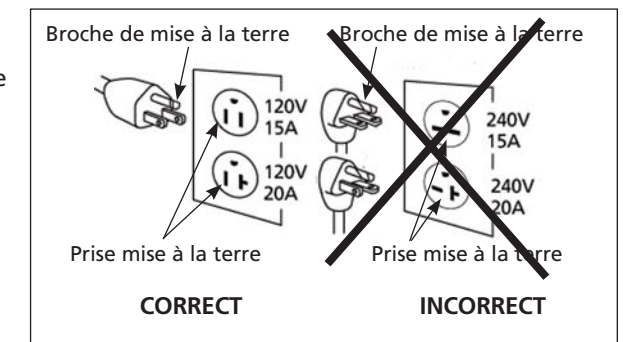

Figure 3 - Méthode de mise à la terre
1. Ce produit est conçu pour être utilisé sur un circuit de 120 V. Il doit être mis à la terre. Dans le cas d'un court-circuit, la mise à la terre réduit le risque d'une décharge électrique en fournissant un chemin de courant alternatif au sol. L'unité est équipée d'un cordon électrique qui possède une broche de mise à la terre. Elle s'insèrera facilement dans l'un des types communs de prises électriques montrées à la figure 3. Si la fiche ne s'insère pas dans la prise désirée, demandez à un électricien qualifié de remplacer la fiche ou la prise.
- Ce produit est conçu pour être utilisé sur un circuit de 120 V et est doté d'une broche de mise à la terre semblable à la broche illustrée dans la figure 3.